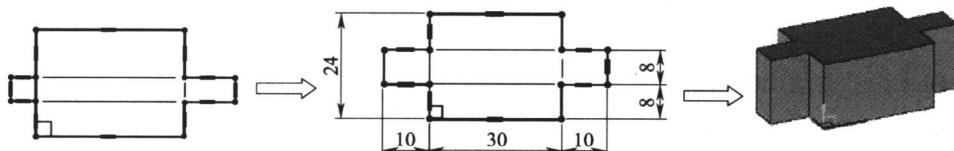

图 1-1 点创建轮廓
①通过点来创建，这种方式是在草绘面上创建点，并将这些点进行连接进而形成轮廓。这样形成的轮廓可能会有很多种，这就要我们通过添加尺寸来确定（如图 1-1 所示）。